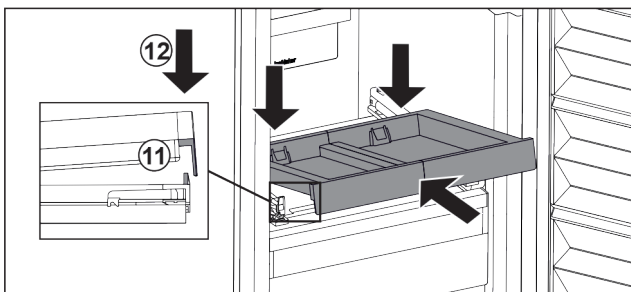

Fig. 108
- ▶ L'insérer en l'inclinant. Veiller à ce que, des deux côtés, la butée soit derrière la languette. *Fig. 108 (11)*
- ▶ Déposer le compartiment coulissant par l'avant. *Fig. 108 (12)*